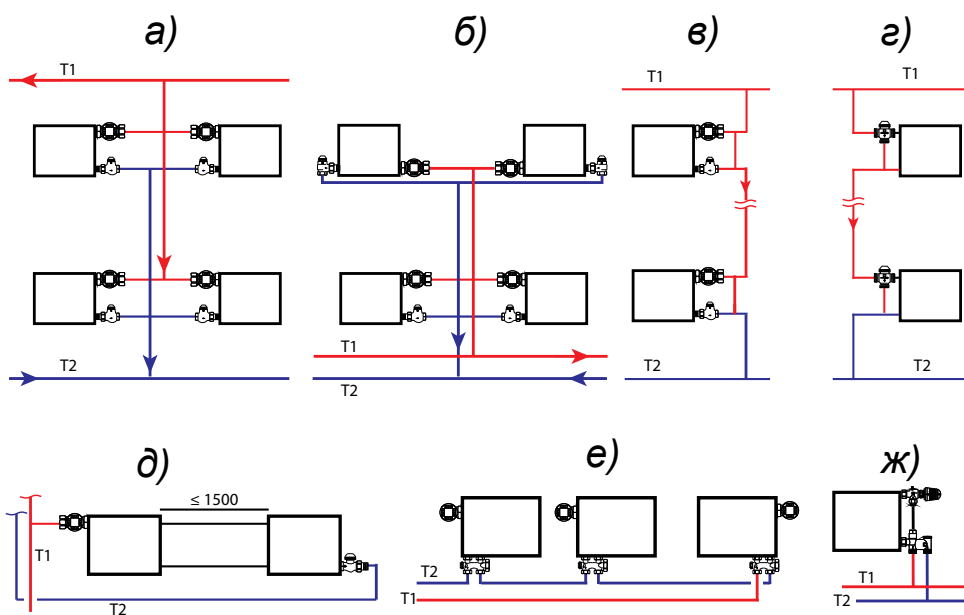

Рис. 4. Схемы систем водяного отопления с радиаторами «Vogel & Noot»
автоматическом регулировании не рекомендуется размещать термостаты на расстоянии менее 150 мм от проёма балконной двери и менее 200 мм от низа подоконника. В этих случаях следует использовать термостаты с выносным датчиком. На рис. 4 представлены наиболее распространённые в отечественной
**17.** При соединении приборов на сцепках (рис. 4 д) рекомендуется применять разностороннюю схему присоединения теплопроводов. Для сцепок целесообразно использовать трубопроводы условным диаметром 20 мм. При установке группы радиаторов на горизонтальной ветви следует учитывать, что суммарная нагрузка не должна превышать 5-8 кВт в зависимости от перепада давления теплоносителя в термостате и его шумовых характеристик.
Радиаторы «Vogel&Noot» могут устанавливаться в горизонтальных системах отопления с нижним подсоединением к магистралям (рис. 4 ж). В этом случае могут быть использованы гарнитуры бокового подсоединения.
Для широко используемых в России однотрубных систем отопления рекомендуется применять специальный термостат фирмы «HERZ» уменьшенного гидравлического сопротивления «HERZ-TS-E», а также трёхходовой термостат «Calis TS-E» (рис. 4г)